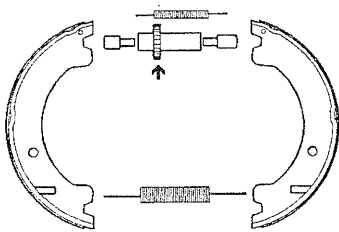

Рис. 4.25.
30. Удалить нижнюю возвратную пружину и разъединить тормозные колодки, чтобы их можно было вынуть (см. рис. 4.25).